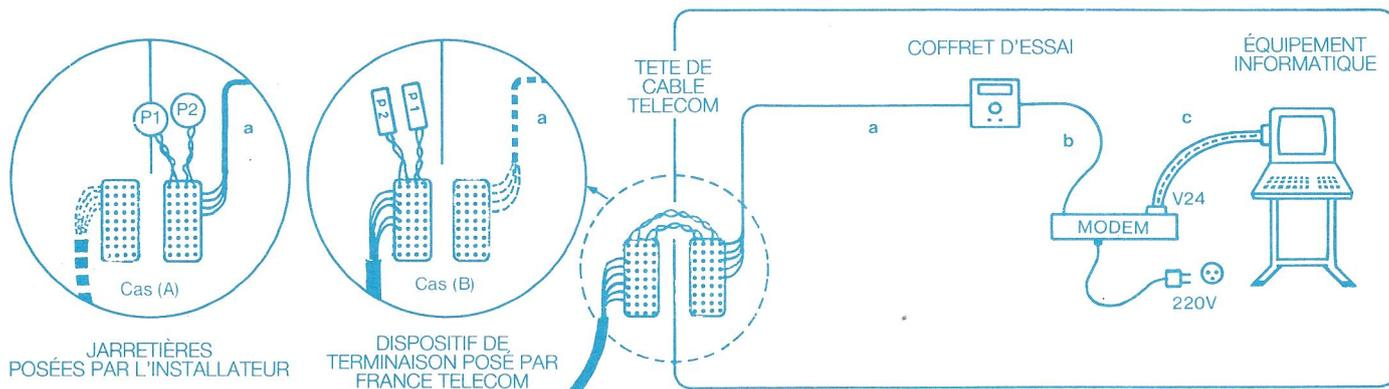

FIG. 1 - SCHÉMA DE L'INSTALLATION INTÉRIEURE À RÉALISER PAR L'ABONNÉ
La liaison d'accès doit être réalisée, soit en 2 fils soit en 4 fils. Le nombre de fils est indiqué dans les courriers décrits en paragraphe C. Les liaisons à réaliser sont indiquées sur la fig. 1 ci-dessus.
VOUS DEVEZ FAIRE RÉALISER L'INSTALLATION DÉCRITE PAR LA FIG. 1 PAR UN INSTALLATEUR AGRÉÉ PAR FRANCE TELECOM, DANS LES DÉLAIS PRÉCISÉS AU PARAGRAPHE C.
4. Au niveau de la tête de câble (Fig. 1.).